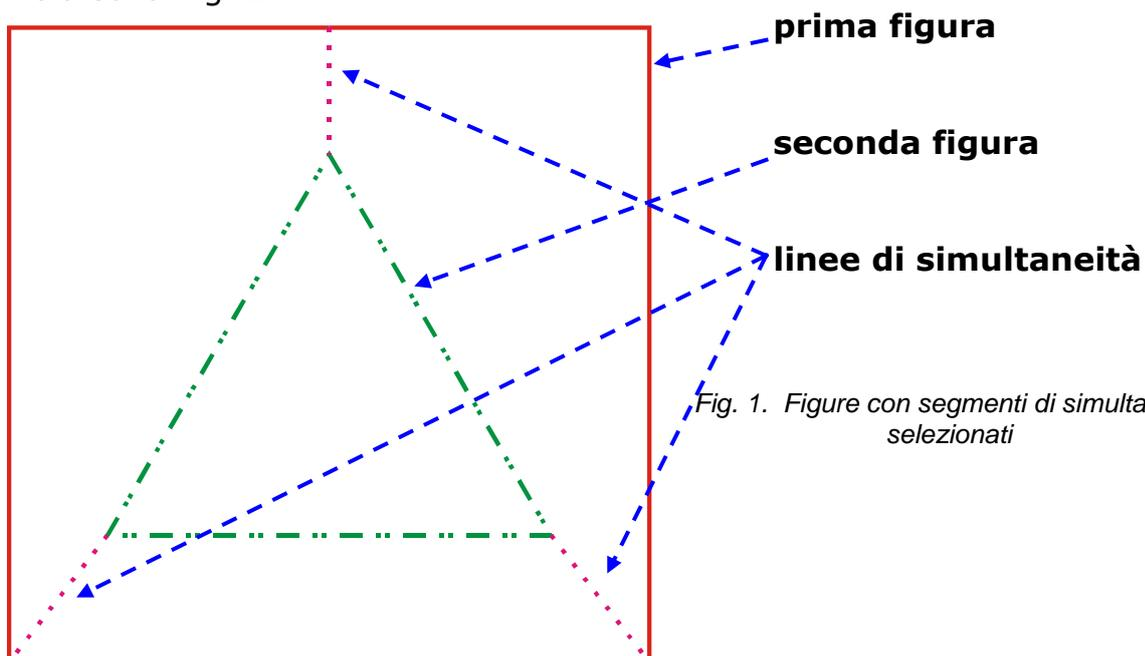

Fig. 1. Figure con segmenti di simultaneità selezionati
- **linea di simultaneità** - linea che unisce il nodo di simultaneità della prima figura e il nodo di simultaneità della seconda figura. È una linea viola sulla Fig. 1.
- la prima figura è contrassegnata in rosso dalla penna 3 (di default è un colore rosso in Corel). Vedere la Fig. 1;
- la seconda cifra è contrassegnata in verde dalla penna 4 (di default è un colore verde in Corel). Vedere la Fig. 1;
- le linee di simultaneità sono contrassegnate in viola dalla penna 5 (di default è un colore viola in Corel). Vedi Fig. 1.